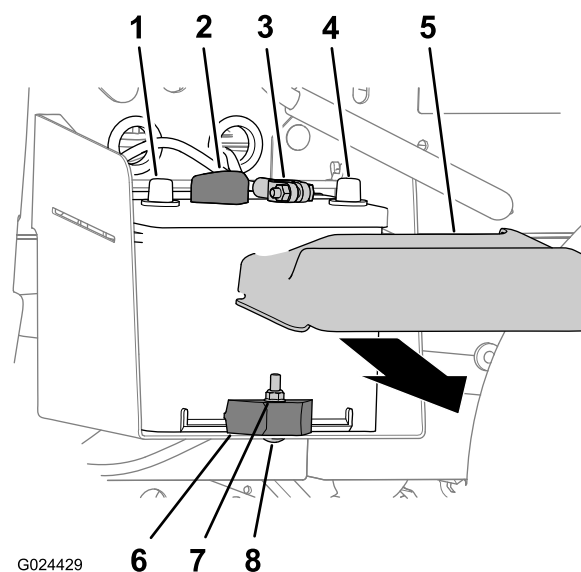

図 36
- バッテリーカバーを両側からを押すようにしてバッテリー上部からカバーを外す (図 36)。
- バッテリーのマイナス端子からマイナス-ケーブルを外す (図 36)。
- バッテリーのプラス端子からプラスケーブルを外す (図 36)。
- バッテリーをバッテリートレイに固定しているロックナット、キャリッジボルト、バッテリークランプを外す (図 36)。
- バッテリートレイからバッテリーを取り出す (図 36)。
1. バッテリートレイにバッテリー載せる 図 36。
**注** バッテリーのプラス端子とマイナス端子が 図 36 のように整列するように取り付けること。
2. バッテリークランプ、キャリッジボルト、ロックナットを使って、バッテリーをバッテリートレイに固定する 図 36。
1. バッテリーのプラス+ケーブルをバッテリーのプラス端子に接続する 図 36。
2. バッテリーのマイナス-ケーブルをバッテリーのマイナス端子に接続する 図 36。
3. バッテリー上部に、バッテリーカバーを取り付ける 図 36。